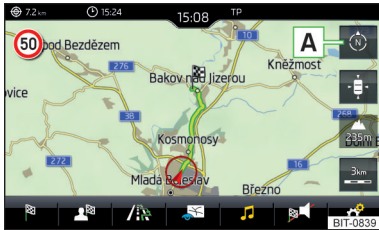

Abb. 177
► Zur **Änderung der Kartenausrichtung** im Hauptmenü *Navigation* die Funktionsfläche **A** » Abb. 177 antippen.